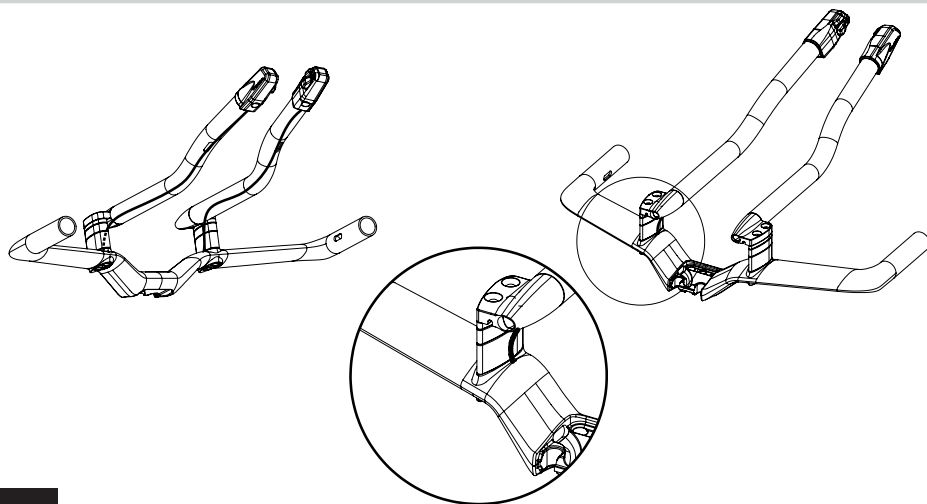

Fig. 7
- 3- Enfiler les deux gaines de dérailleur venant du capot sur le tube horizontal dans chaque prolongateur. Les faire ressortir par les trous oblongs sous les prolongateurs et finaliser le routage (Fig. 7).